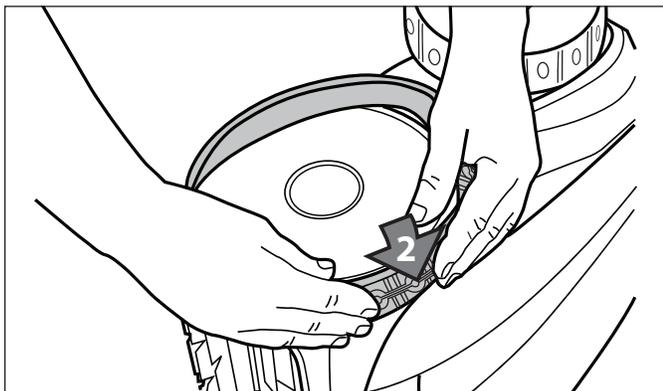

Figura 39. Comience al otro lado del neumático
- Pulse un lado del neumático de la rueda y el ajuste de la costilla del neumático en la ranura de la rueda como se muestra en la Figura 39.